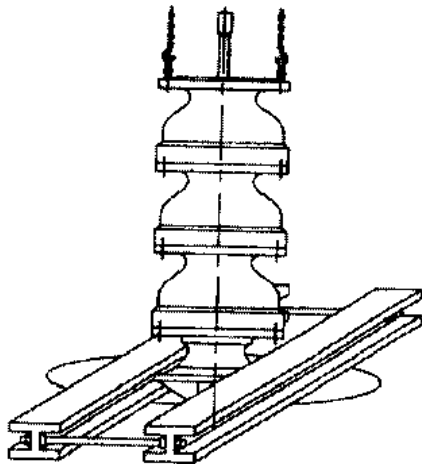

Figura 7
2. Coloque dos soportes de viga tipo I a través de la abertura de la placa base; asegúrese de que sean lo suficientemente fuertes para soportar el peso completo del ensamble de la bomba. Estas vigas tipo I se deben conectar por medio de barras roscadas y tuercas para que se puedan empotrar firmemente para darle soporte a la bomba. (ver Figura 7).
6. Una el eslinga a las abrazaderas de izaje o perno de ojos, levante el ensamblaje y colóquelo en la posición sobre la abertura de la cimentación (ver Figura 7).